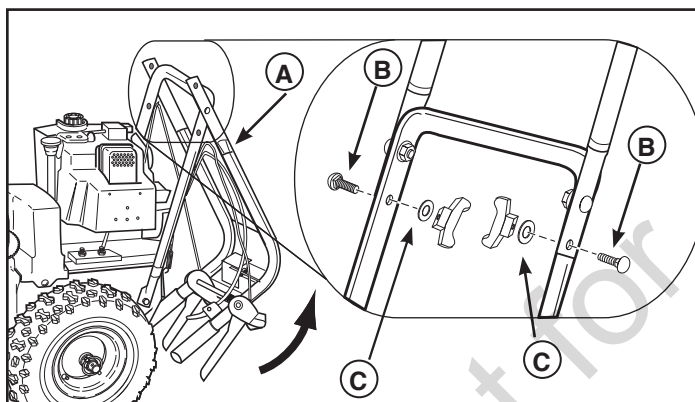

Figure 1
2. Ramener le levier (A, Figure 1) supérieur à sa position de marche.
3. Insérez deux boulons (B) dans les trous inférieurs et attachez à l'aide des deux rondelles (C) et des boutons à ailettes. Serrez à fond les quatre boutons.